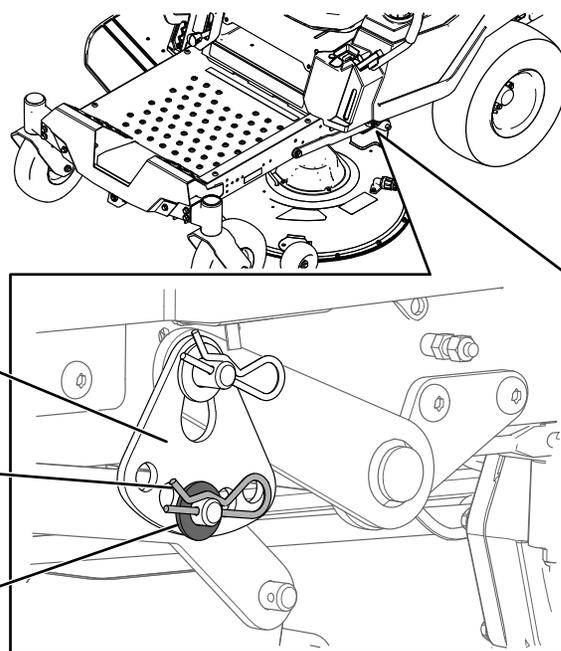

Figura 67
6. Rimuovete la coppiglia e la rondella dal perno del braccio di sollevamento inferiore (Figura 67).